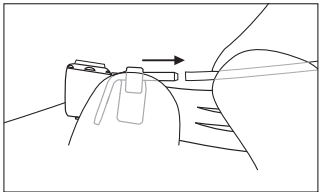

図12
- 1 注水ノズルを押さえた状態で注水チューブを平行に引き抜いてください。(図12)